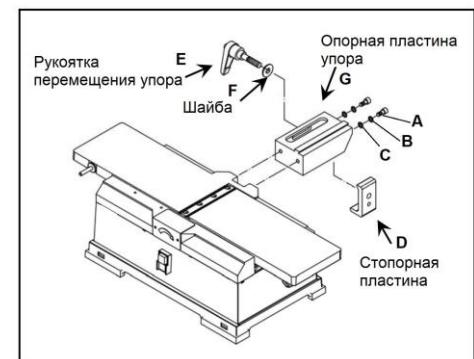
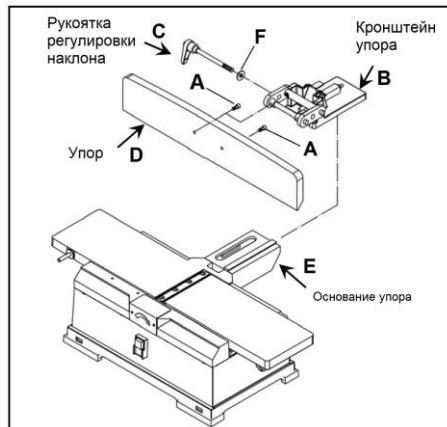
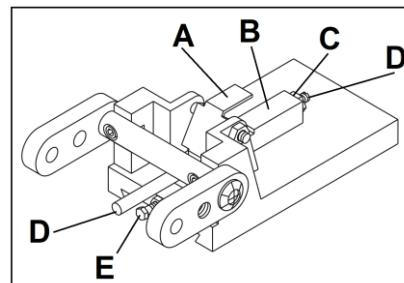

Рисунок 2
Рисунок 5
Рисунок 6
- Прикрепите основание упора (G, Рисунок 2) к фуговальному станку с помощью винтов (M6x16, A, Рисунок 2), плоских шайб (M6, B, Рисунок 2) и контршайб (M6, C, Рисунок 2).
- Вставьте стопорную пластину (D, рисунок 2) в основание упора. Установите стопорную пластину так, чтобы штифты касались нижнего края основания упора.
- Закрепите стопорную пластину в требуемом положении с помощью рукоятки перемещения упора (E, Рисунок 2) и шайбы (F, Рисунок 2).
- Прикрепите упор (D, Рисунок 5) к кронштейну упора (B, Рисунок 5) с помощью двух винтов (M6x20, A, Рисунок 5).
- Наденьте упор и кронштейн на соединение «ласточкин хвост» основания упора (E, рис. 5) и стопорную пластину (D, рис. 2).
- Задвиньте упор вперед так, чтобы он находился над столами строгального станка. В этом положении край ограждения ножевого вала будет упираться в упор, и ножевой вал будет закрыт по всей ширине. Зафиксируйте кронштейн в этом положении с помощью рукоятки перемещения упора (E, Рисунок 2).
- Вставьте рукоятку регулировки наклона упора (C, Рисунок 5) с шайбой (F, Рисунок 5) через правую петлю и вкрутите в левую.
- Убедитесь, что ограничительная пластина (A, Рисунок 6) упирается в паз блока (B, Рисунок 6). Установите упор на вал (D, Рис. 6) и зафиксируйте положение упора с помощью рукоятки регулировки наклона (C, Рис. 5).
ослабьте рукоятку регулировки наклона (C, Рисунок 5), ослабьте гайку (C, Рисунок 6) и поверните вал (D, Рисунок 6) с помощью отвертки, пока упор не будет расположен перпендикулярно столу. Зафиксируйте положение упора, затянув гайку (C, Рисунок 6).
- С помощью датчика угла наклона или транспортира, проверьте положение ограничителей угла поворота внутрь и наружу под 45°. Ограничитель угла поворота на 45° внутрь (E, Рисунок 6) - это болт, расположенный под валом. Ограничитель угла поворота на 45° наружу расположен в верхней части упора. Если требуется регулировка, ослабьте гайку, поверните болт в требуемое положение и снова зафиксируйте его гайкой.